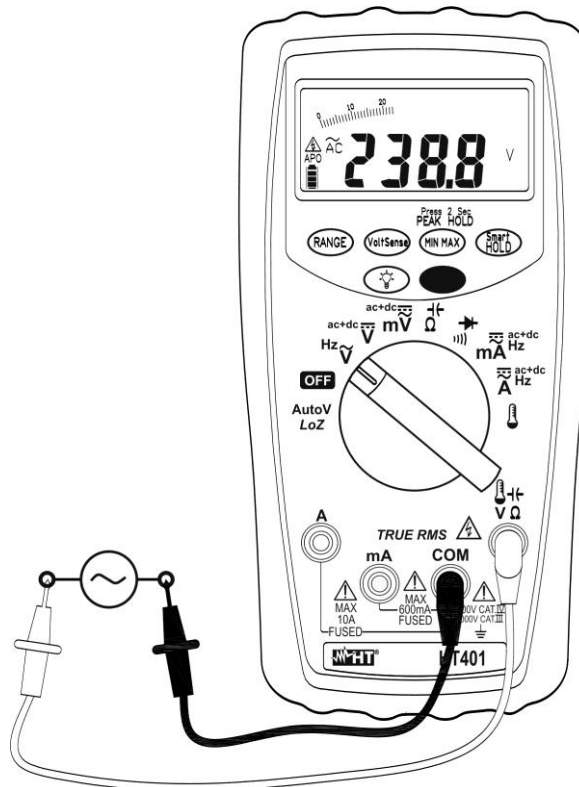

Abb. 3: AC Spannungsmessung
4. Verbinden Sie die rote Messleitung mit der $\tilde{V}\Omega$ Eingangsbuchse, und die schwarze Messleitung mit der **COM** Eingangsbuchse (siehe Abb. 3)